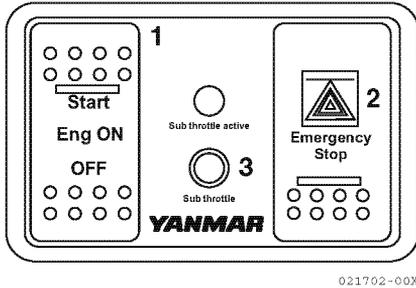

Figura 8
- Parada de emergencia (2, **Figura 8**): Utilice este interruptor sólo en caso de emergencia.
En circunstancias normales utilice el interruptor "Eng ON" (1, **Figura 8**) para detener el motor. El motor se para bruscamente si se pulsa la mitad superior del interruptor de paro de emergencia. Pulse la mitad inferior del interruptor después de que se haya parado el motor para que el interruptor vuelva a la posición central.
- Control de gas subordinado (3, **Figura 8**):